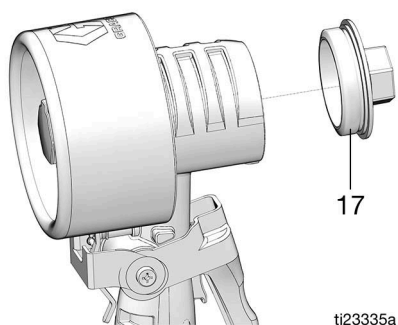

ABB. 11
4. Die Kappe des Dosiergeräts (17) im Gegenuhrzeigersinn abschrauben und vom Gehäuse abnehmen (ABB. 11).